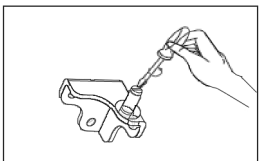

Рис. 4
4. Выкрутите болт крепления петли и вкрутите его в отверстие слева (Рис. 4). Затем прикрутите нижнюю петлю с левой стороны холодильника. Привинтите регулировочную ножку на свое место.